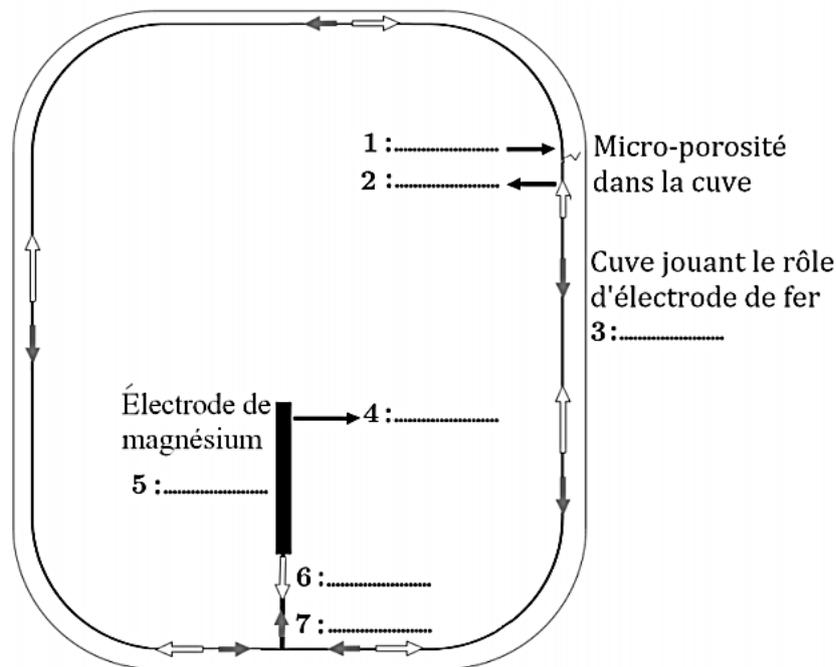

Figure 11 - Évolution de la résistance thermique équivalente en fonction de l'épaisseur de tartre pour une longueur arbitraire du thermoplongeur $L = 50$ cm
Ce phénomène est analogue à une pile en court-circuit, dont un schéma est fourni sur la figure 11.
- Q69. Associer, à chaque numéro de 1 à 7 de la figure 11, le terme manquant sur les lignes en pointillés, en choisissant parmi les termes suivants : *anode*, *cathode*, *sens des électrons*, *sens du courant électrique*, Mg^{2+} , $O_{2(d)}$ et HO^- .